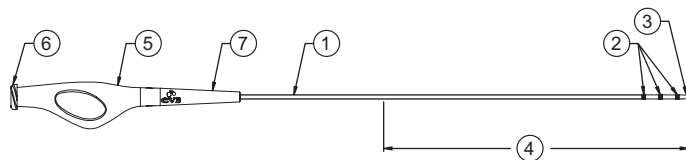

Рисунок 1. Поддерживающий катетер TrailBlazer
Как показано на Рисунок 1, на дистальном конце shaft катетера имеются 3 рентгеноконтрастных маркера (2), которые облегчают позиционирование катетера. На дистальную часть катетера длиной 40 см нанесено гидрофильное покрытие (4). Проксимальный просвет (6) начинается с ручки (5) и проходит через shaft катетера до дистального кончика. Этот просвет используется для проведения катетера по проводнику. Максимальные диаметры совместимых проводников перечислены в Таблице 1. На разгрузочной муфте (7) напечатаны размер и длина проводника катетера.